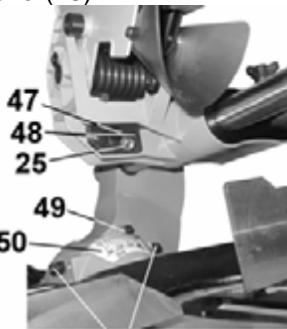

Рис. 16
10.5.1. На вашей пиле установлен лазерный указатель (25), Рис.16. Для включения и выключения лазерного луча служит переключатель (9), Рис.2.
10.5.7. Параллельность линии лазерного указателя (25) с линией распила на заготовке регулируйте поворотом лазерного указателя (25), предварительно ослабив винт (47), Рис.16.